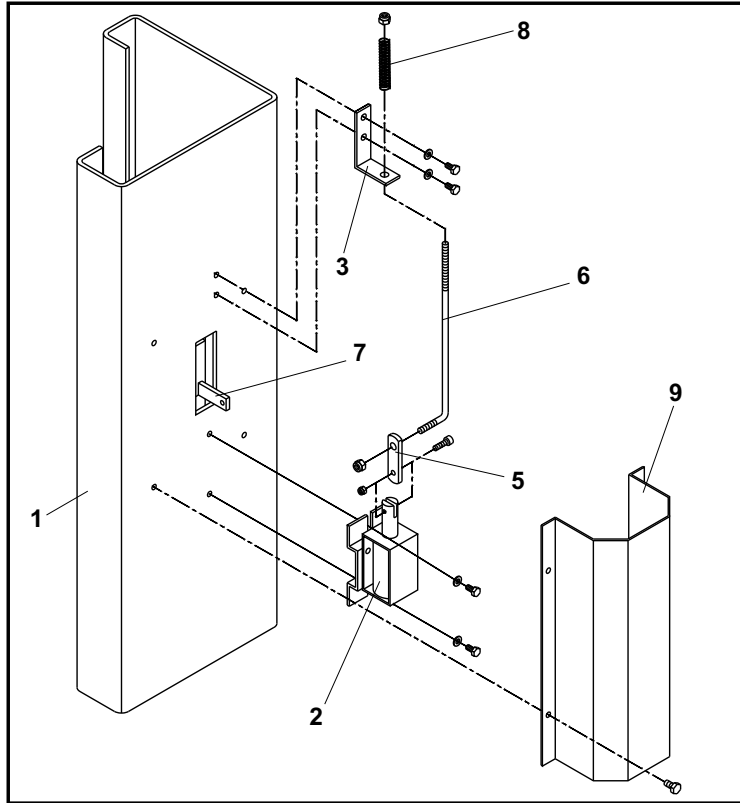

Fig.42 Montaggio elettromagneti
- 3 - Montare gli elettromagneti come segue (Vedere Fig.42):
- fissare alla colonna (1) la staffa con l'elettromagnete (2) e la staffa (3) rispettivamente con due viti TE M8x20 e relative rondelle piane;
- collegare la parte mobile del magnete alla biella (5) con la vite TC M5x16 e con dado autobloccante basso;
- infilare l'asta (6) al foro della staffa (3) e collegare la biella (5) al piatto saldato sul martelletto (6) e sporgente dalla colonna mediante l'asta (5) e il dado autobloccante basso;
- i carter di protezione (9) sono da montare dopo il collegamento elettrico degli elettromagneti.
- 3 - Mount the electromagnets as follows (see Fig.42):
- Fix to the post (1) the pad with the electromagnet (2) and the pad (3) with HH screw M8x20 and flat washers;
- connect the magnet moving part to the rod (5) with CH screw M5x16 and with low blocknut;
- insert the stroke (6) to the hole of the bracker (3) and connect the rod (5) to the flat piece welded on the wedge (6) and protruding from the column with the stroke (5) and the dado low blocknut;
Fig.42 electromagnets mounting
- Montare i carters di protezione magneti (Rif.9 Fig.42) con viti TE M6x10.
- Mount the magnet (ref.9, fig.42) protecting guards with HH screws M6x10.